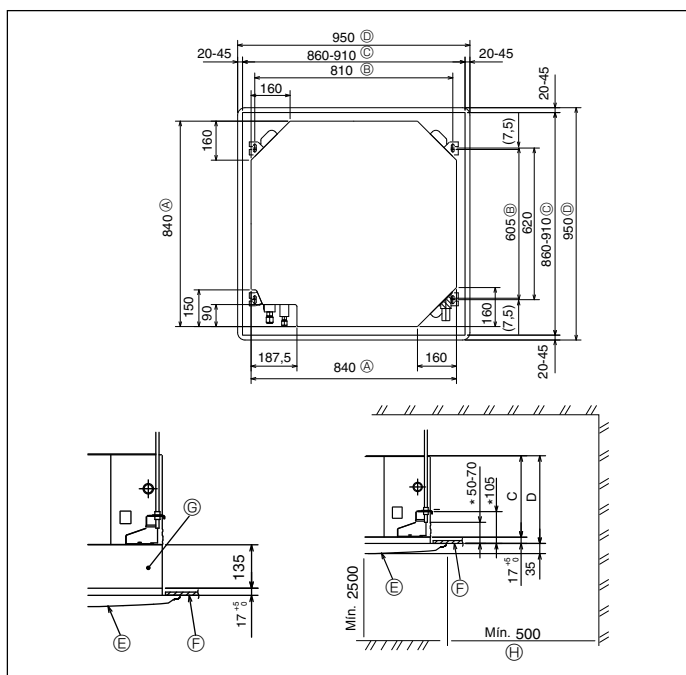

Fig. 3-2
④	Abrazadera	8
⑤	Tornillo con arandela (M5 × 25) para montar la rejilla	4
⑥	Tubo de desagüe	1
⑦	Aislante	1
⑧	Tuerca abocardada 1/4F(P60)	1
3.2. Apertura del techo y ubicación de los tornillos de suspensión (Fig. 3-2)
* Las dimensiones de la apertura del techo pueden ajustarse dentro de los valores indicados en la Fig. 3-2; centre la unidad principal en la apertura asegurándose de que los lados opuestos respectivos alrededor de la apertura sean idénticos.